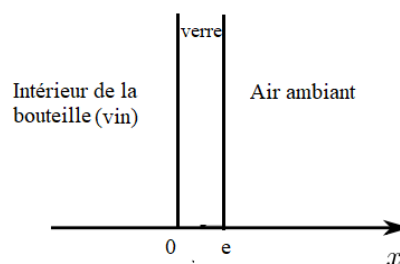

Figure 9 - Modélisation d'une surface latérale de la bouteille de vin
- Q47.** Énoncer la loi de Fourier dans un cas unidimensionnel en coordonnées cartésiennes et préciser, sur le schéma de la **figure 9** à reproduire sur votre copie, le sens réel du vecteur densité de flux thermique.
- Q50.** Après avoir rappelé la relation entre le flux thermique et le vecteur densité de flux thermique, montrer que la résistance thermique R_{th} associée à la surface latérale de la bouteille d'épaisseur e et de surface S , représentée sur la **figure 9**, s'écrit :